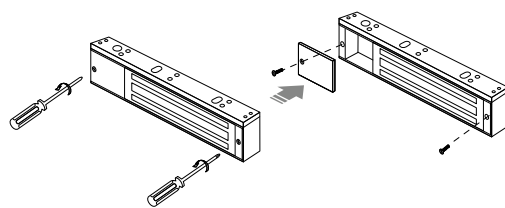

Рис. 5 Подготовка замка DL280 к установке
2. Только для замка DL280: открутите крестовой отверткой 2 винта на фронтальной стороне замка. Снимите крышку для доступа в отсек с клеммной колодкой для подключения. См. рис.5.